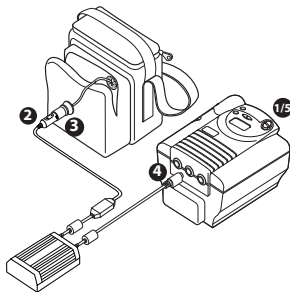

Figura 4: Ligação do transformador de corrente contínua (CC)
2. Ligue o adaptador para automóvel à extremidade do cabo de alimentação do transformador de corrente contínua (CC). Consulte a Figura 4.
4. Ligue o cabo de saída do transformador de corrente contínua (CC) a um dos receptáculos de alimentação na parte traseira do dispositivo para terapia.